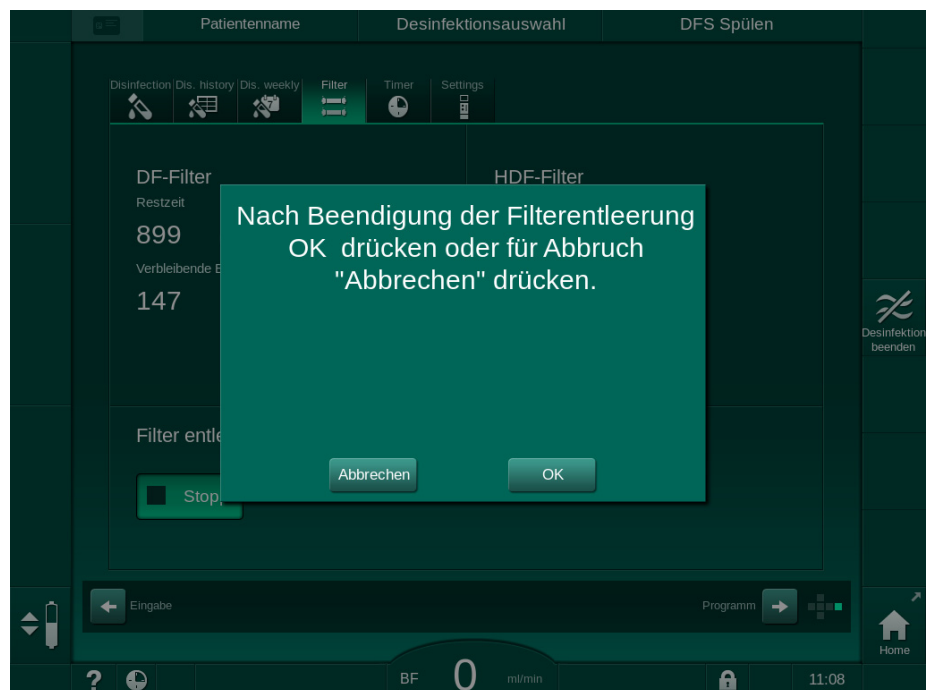

Abb. 7-3 Bestätigungsfenster für den Filterwechsel
14. *OK* im Filterwechselfenster (Abb. 7-3) berühren, um den Austausch der Filter zu bestätigen.
16. Vertiefung im Gerätesockel auf ausgetretene Flüssigkeit prüfen und bei Bedarf reinigen (siehe Reinigen des Gerätesockels mit Vertiefung und Leckagesensor (200)).